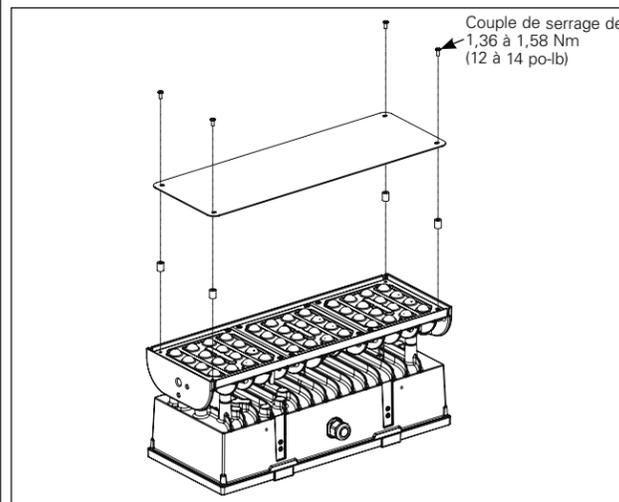

Figure 11.
Protecteur antivandalisme (figure 11)
1. Desserrez et retirez les quatre (4) vis n° 8-32 existantes sur la face du luminaire (fig. 11).
2. Alignez les quatre (4) espaceurs longs de 2,22 cm (7/8 po) avec les trous existants (4).
3. Utilisez les quatre (4) vis n° 8-32 x 3,81 cm (1 1/2 po) pour fixer fermement le protecteur antivandalisme sur le dessus du luminaire.